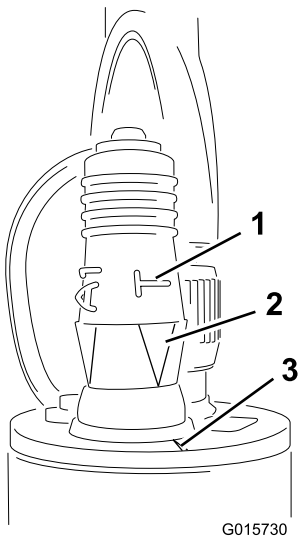

Bild 11
5. Befestigen Sie den Programmierungsstecker am Sensor (Bild 11).
Wichtig: Stellen Sie sicher, dass Sie den Pfeil unter dem seitlichen T mit der Kerbe an der oberen Kante des Sensors ausfluchten (Bild 11).